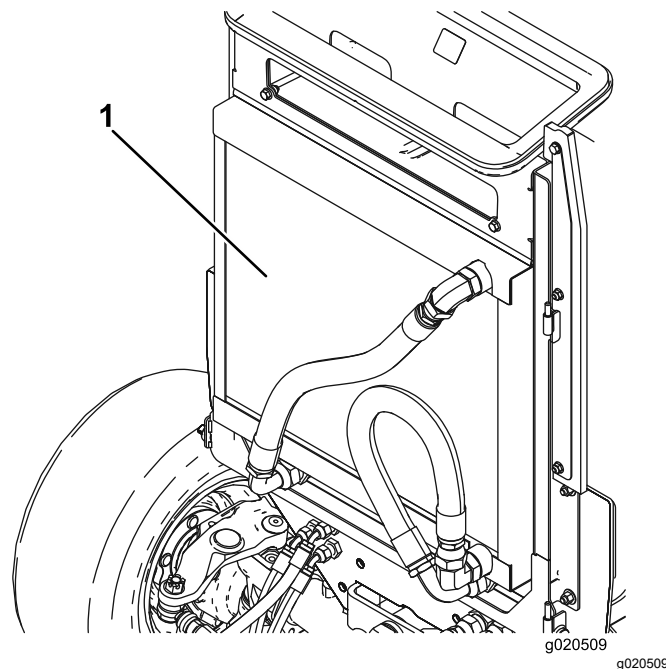

図 112
4. オイルクーラとラジエターの裏表を圧縮空気ですっきりと清掃する 図 112。